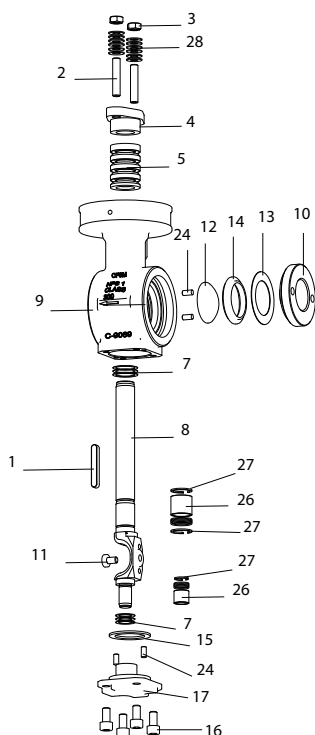
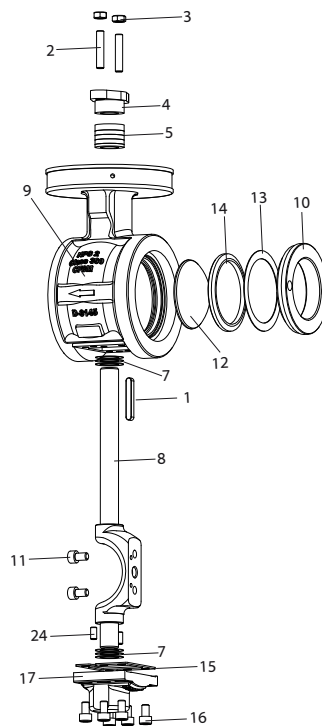
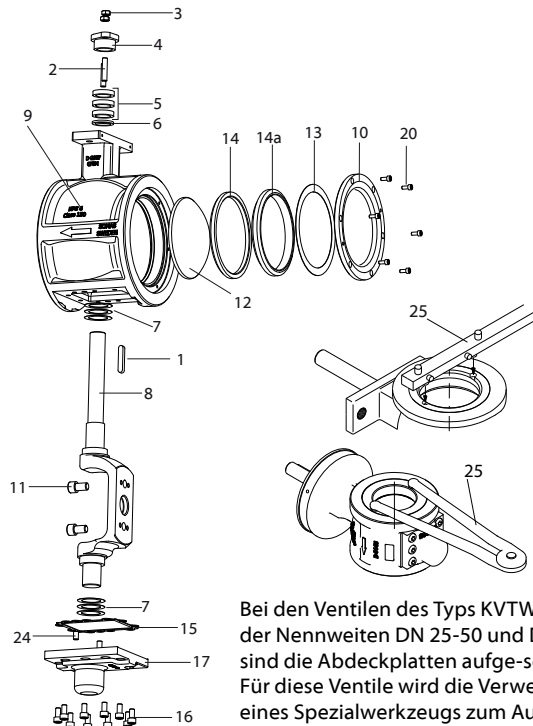

Fig.6-4
Fig.6-5
Fig.6-6
Bei den Ventilen des Typs KVTW /KVXW der Nennweiten DN 25-50 und DN 65-100 sind die Abdeckplatten aufgeschraubt. Für diese Ventile wird die Verwendung eines Spezialwerkzeugs zum Ausbau der Abdeckplatten empfohlen (→ Fig.6-6/25).
1. Entfernen Sie die Abdeckplatte (→ Fig.6-4/10) mit Hilfe des Spezialwerkzeuges (→ Fig.6-6/25)
2. Entfernen Sie die Tellerfeder (→ Fig.6-4/13) und Sitz (→ Fig.6-4/14)
1. Lösen Sie die Schrauben (→ Fig.6-5/20) und entfernen Sie die Abdeckplatte (→ Fig.6-5/10).
2. Entfernen Sie die Tellerfeder (→ Fig.6-5/13), den Stützring (→ Fig.6-5/14a) und den Sitz (→ Fig.6-4/14).
2. Schmieren Sie die Sitzoberflächen und die Schrauben der Abdeckplatte (→ Fig.6-6/20) mit Molybdädisulfidpaste. Bei Ventilen mit aufschraubbarer Abdeckplatte, schmieren Sie ebenso das Gewinde im Ventilgehäuse.